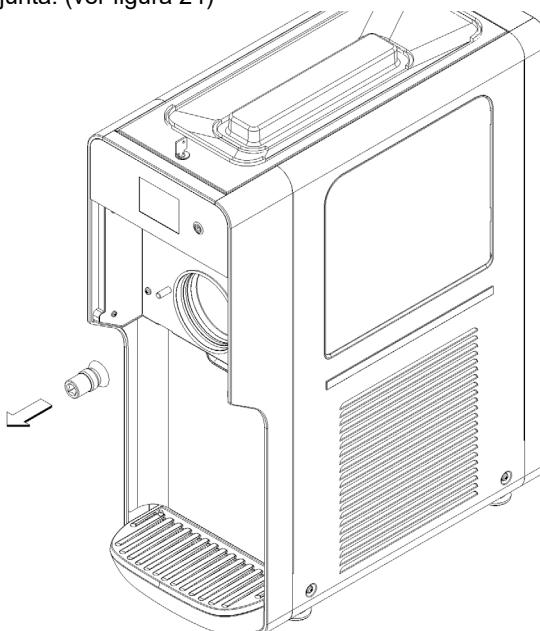

figura 24
- 9 Quite la junta. (ver figura 24)